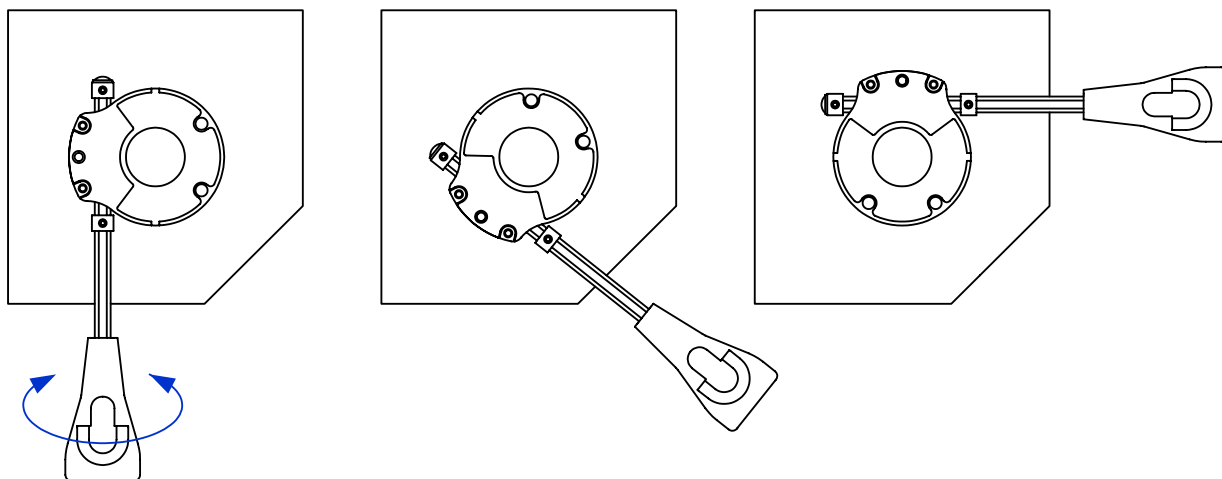

Рисунок 13. Аварийное ручное управление (варианты применения)
- Для приводов серии AM1-PP и AM2-PP установите петлю (Рисунок 13) механизма аварийного ручного управления.
Внимание! Механизм аварийного ручного управления привода не предназначен для частого использования, так как имеет ограниченный ресурс работы. При исчезновении напряжения, выполнении ремонтных работ и т.п. механизм позволяет выполнить открытие и закрытие роллеты вручную (Рисунок 13).